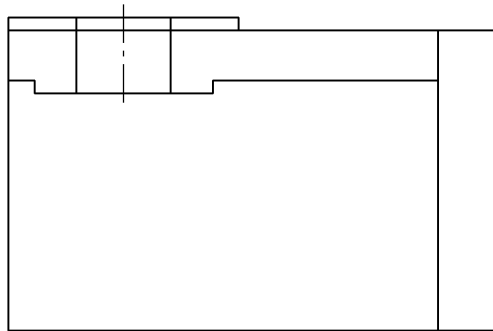

Рис. 51.58.
6. Удалите все вспомогательные построения (рис. 51.58).